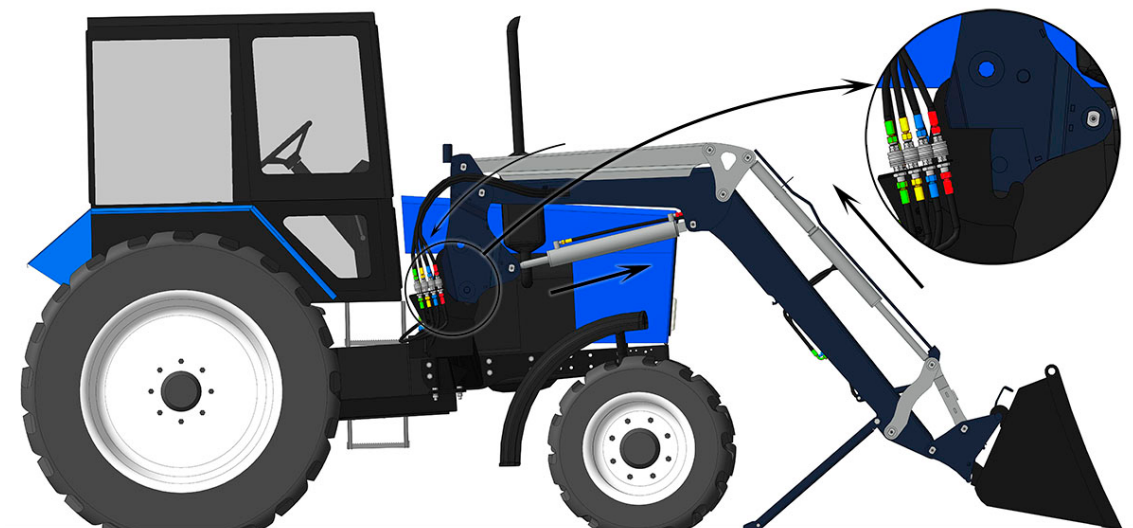

Рис. 2.9 – Наезд на тракторе до упора стойки в пятку
- Подъезжайте на тракторе, чтобы ограничитель пятки уперся в стойку и опустите ось пятки в ловушку стойки (рис. 2.9).